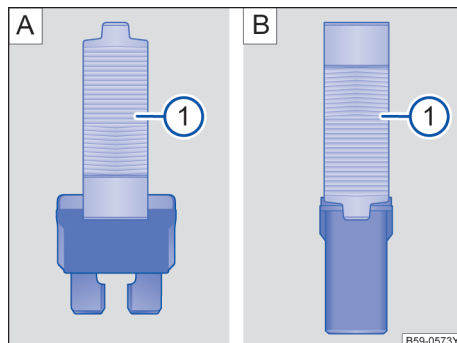

图 247 用塑料夹钳拔出或插入保险丝：[A] 扁平插入式保险丝；[B] 方块型保险丝
- 必要时将塑料夹钳 → 图 247 ① 从相应保险丝盒的盖板中取出。
- 根据保险丝型号，将塑料夹钳的合适夹嘴 → 图 247 [A] ① 或 → 图 247 [B] ① 从侧面推到保险丝上。
- 如果保险丝已烧断，用一个具有相同电流强度（相同颜色和相同印刷文字）和相同尺寸的新保险丝更换 → ①。